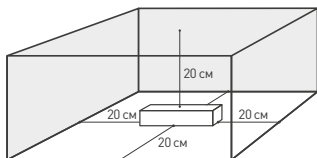

Рис. 1. Свободное пространство вокруг источника
- 4.2. Для естественной вентиляции обеспечьте не менее 20 см свободного пространства вокруг источника питания, как изображено на Рис. 1. При невозможности обеспечить свободное пространство используйте принудительную вентиляцию.